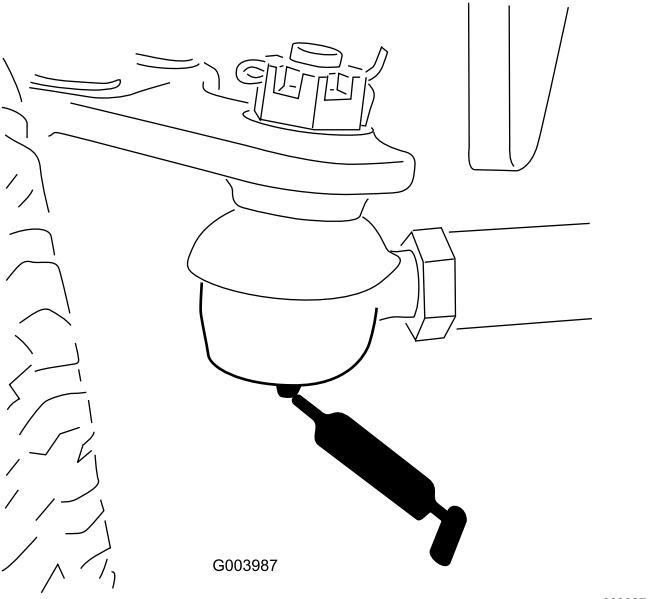

Рисунок 33
- Поперечные тяги заднего моста (2) — Рисунок 33